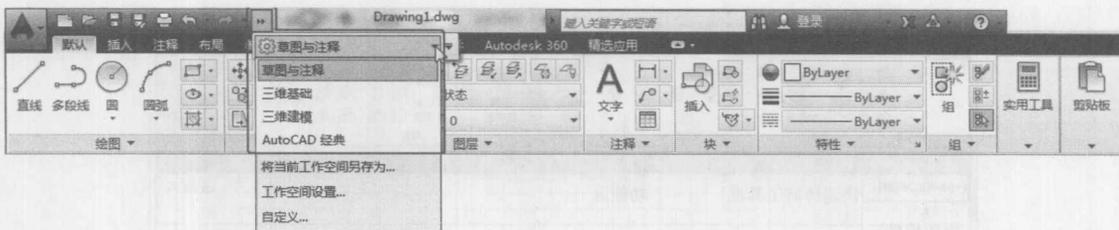

图1-3
- 在“草图与注释”工作空间中,单击快速访问工具栏中的工作空间切换按钮 ,弹出“草图与注释”按钮,单击该按钮,在弹出的下拉菜单中选择其他工作空间,如图1-3所示。